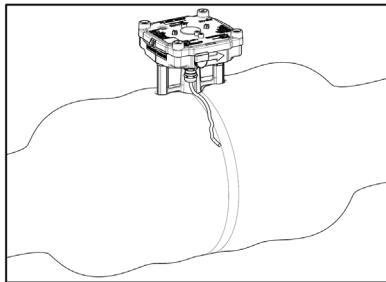

图 1: 积分仪安装位置
- 积分仪铝制的安装条应安装在可以目视的地方，做好隔热处理（见Fig 1图）